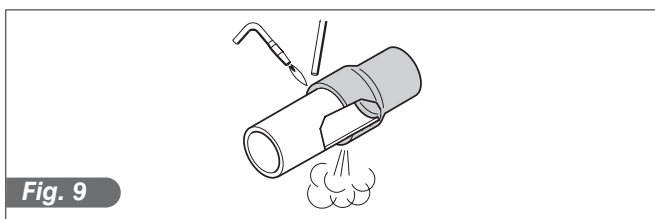

Fig. 9
- 3) Saldature ermetiche (Fig.9).